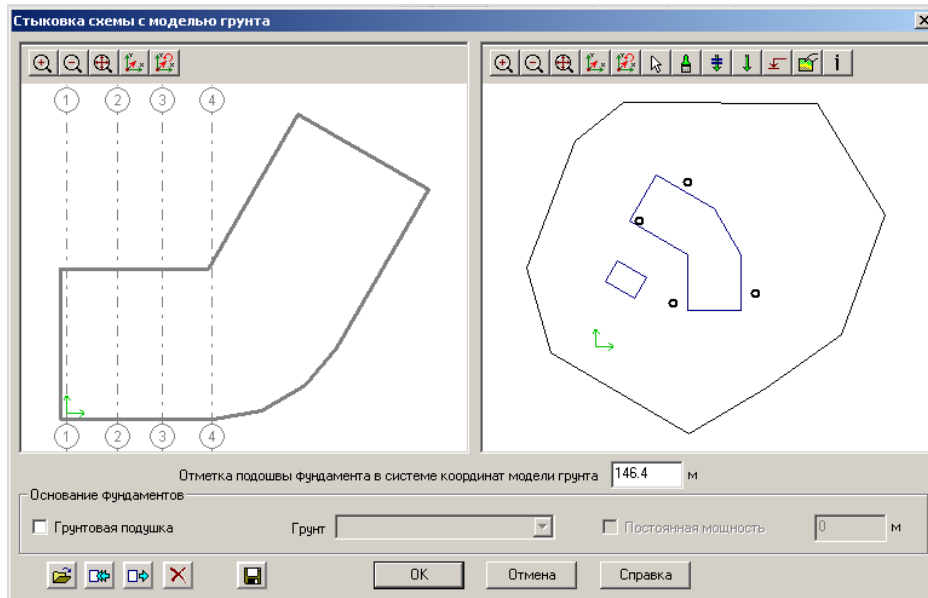

Рис. 11.9.1. Окно диалога **Стыковка схемы с моделью грунта**
- В открывшемся окне диалога **Стыковка схемы с моделью грунта** (рис.11.9.1) выполните следующие действия: